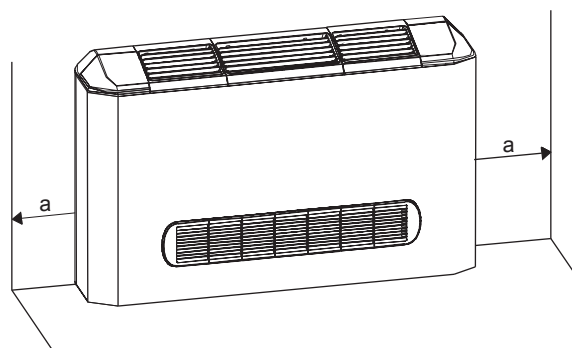

Рис. 4-1
**4.1 Блоки могут устанавливаться в вертикальном положении при условии наличия достаточного пространства для размещения и обслуживания (см. рис. 4-1 ~ 4-5).**